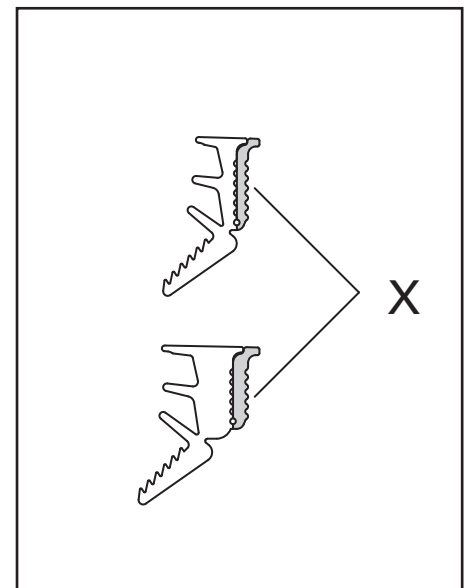

Abb. 18 / Fig. 18 / Fig. 18
- Je nach Fugenbreite Zusatzlappen X vorgängig abreißen (Abb. 18)
- En fonction de la largeur du jeu, découper précédemment la lèvre complémentaire X (fig. 18.)
- Depending on the gap width, tear off additional lip X in advance (fig. 18)